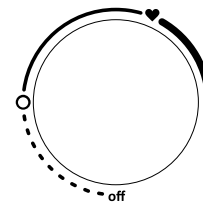

Рис. 8
4. На входной патрубке обозначенный голубым цветом и стрелкой направления течения воды накрутите предохранительный клапан так, чтобы течение воды совпадало с направлением стрелки на корпусе клапана. На отверстие сброса давления предохранительного клапана (см. рис.8) оденьте дренажную трубку* для отвода воды (возможно появление при нагревании) в канализацию.